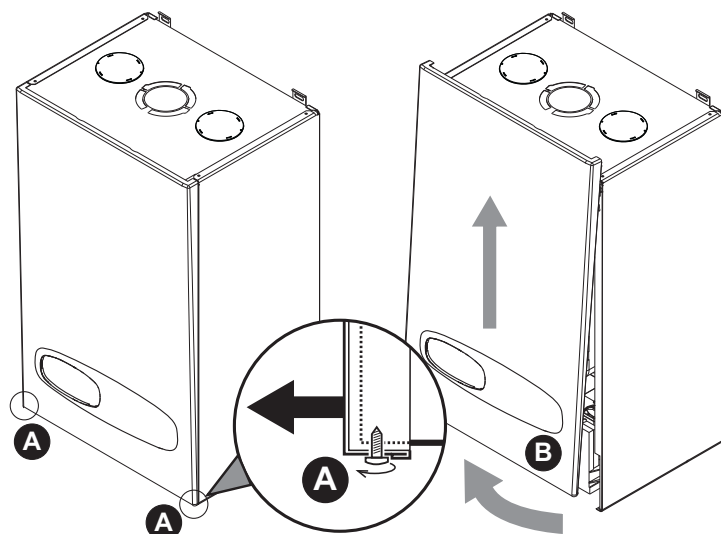

fig. 25 - Apertura del panel frontal
- Desenrosque parcialmente los tornillos **A** (fig. 25).